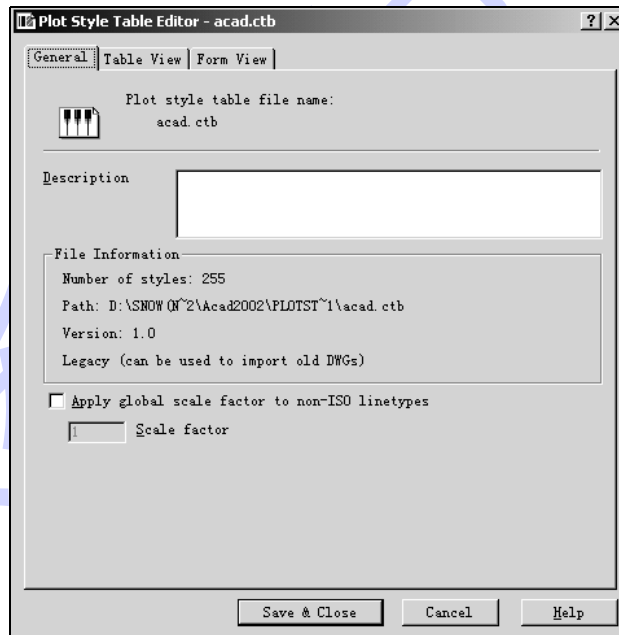

图 10-11 Plot Style Editor 对话框
以 Color-Dependent 样式为例，利用原有打印样式文件设置新的打印样式。只需双击 acad.ctb 打印样式文件，弹出 Plot Style Editor 对话框，如图 10-11 所示。
(1) General 选项卡。该选项卡列出了所选打印样式文件的总体信息，如图 10-11 所示。下面介绍该选项卡的内容：
(1) Plot Style Table Editor 按钮。单击该按钮，将打开 Plot Style Table Editor 对话框，如图 10-11 所示。在该对话框中，用户可利用 Add Style 按钮添加打印样式，并对其属性进行设置。
(2) 打印样式应用 (Apply)。创建了新的打印样式文件之后，用户需要在图形文件中加以应用。打印样式的应用实质上就是对图形文件中各图形实体的打印样式属性进行设置，使之适应不同类型工程图纸的需要。也就是说，用户需要将自己设置的或 AutoCAD 2004 提供的打印样式赋予图形文件中的各单元实体，从而控制其输出特性。